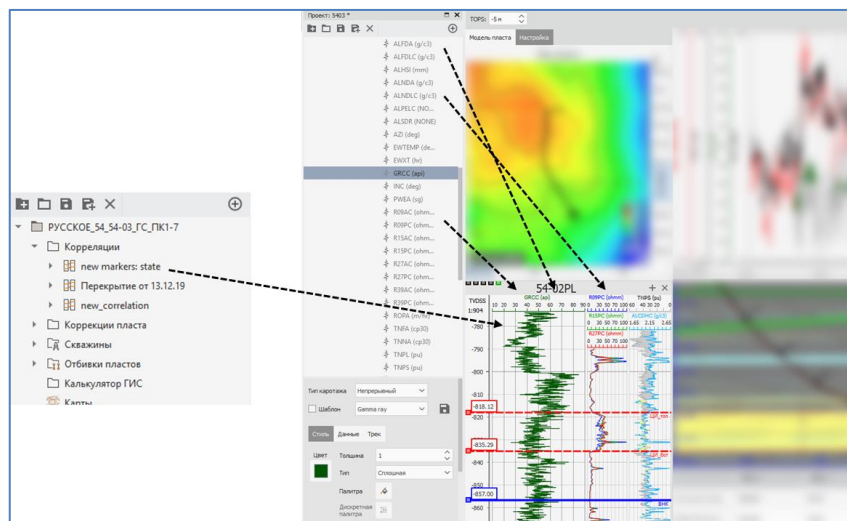

Рисунок 6. Отображение каротажей опорных скважин
- 5) Для отображения каротажей опорной скважины откройте вкладку «Настройка» и перетащите каротажи из дерева проекта на вертикальные треки либо используйте заранее подготовленную корреляцию (Рисунок 6).